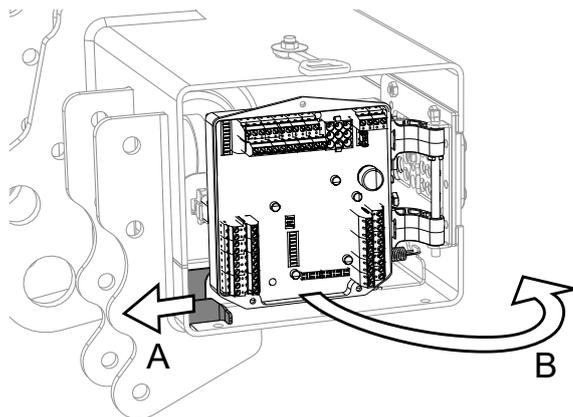
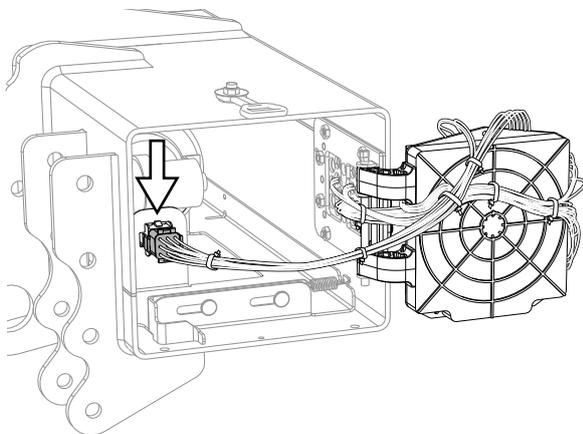

Abbildung 20. Entriegelung
Abbildung 21. Anschlussbuchse
3. Die Steuerplatine (B) herausklappen und den Kabelbaum am Stecker des Hydraulikaggregats lösen, siehe Abbildung 20 und Abbildung 21.